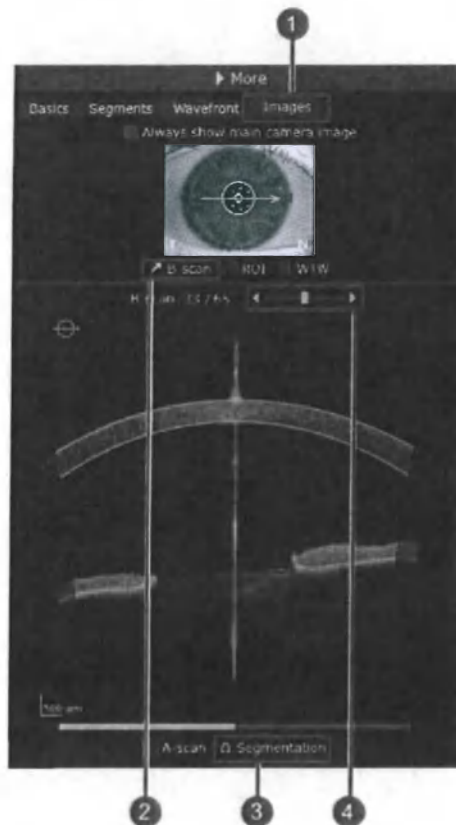

Рис. 24: Обзор сегментации
- 2._ ► В разделе «Дополнительно» выберите вкладку «Изображения» (рис. 24/ (1)).
- 3._ ► Выберите флажок «В-сканирование» (рис. 24/ (2)).
- 3._ ► Выберите флажок «Сегментация» (рис. 24/ (3)).
- 5._ ► Прокрутите все ОКТ-изображения в разделе обследования (рис. 24/ (4)).